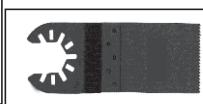

Fig. 1a
a) Pentru accesoriu “ deschide din nou ” (Fig. 1a) , șurub lama nu ar trebui să fie eliminate . Este suficient pentru a slăbi ușor lama , pentru a permite accesoriul să se strecoare între scripetele și detinătorul accesoriu .